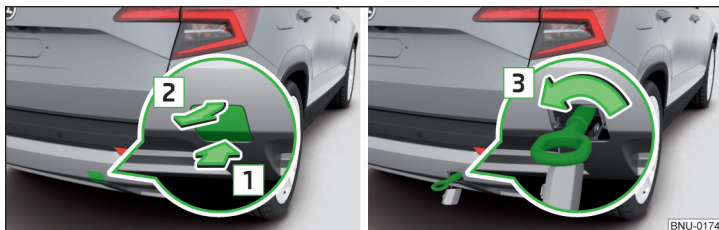

Fig. 329 Retirer le cache / monter l'œillet de remorquage
- Pour **enlever** le cache, appuyez sur le cache dans le sens de la flèche **1** et enlevez celui-ci dans le sens de la flèche **2** » fig. 329.
- Pour le **montage**, vissez l'œillet de remorquage manuellement à fond dans le sens de la flèche **3** » fig. 329 » **!**.